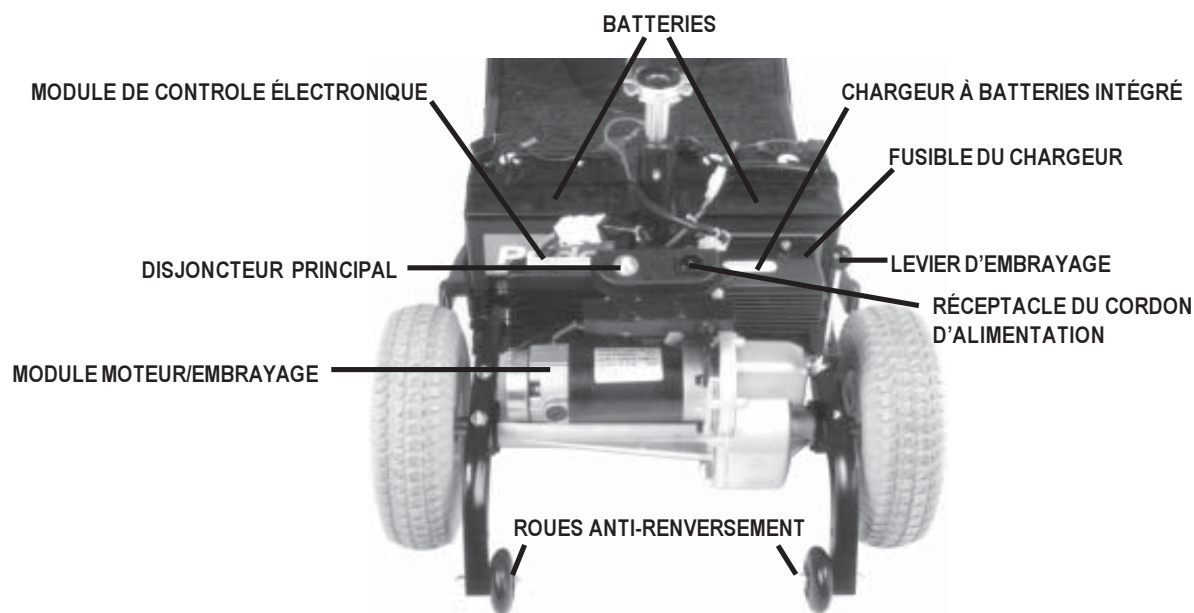

FIGURE 8. SECTION ARRIÈRE
Le chargeur à batteries, le réceptacle à cordon, le fusible du chargeur, les batteries, le contrôleur électronique, le disjoncteur principal, le levier d'embrayage et le moteur sont situés dans la section arrière. Voyez le chapitre "Instructions de montage et démontage pour savoir comment enlever le capot arrière. Les roues anti-renversement sont les pièces les plus arrière de votre Victory. Voir figure 8.
- Le cordon d'alimentation électrique devrait rester enroulé sur le plateau sous le capot. Voir figure 8.
- Le disjoncteur principal est monté à l'arrière du Victory. Voir Figure 8.
- La manette d'embrayage est située à l'extrémité droite du moteur à l'arrière du scooter. Voir figure 8.
Le module moteur essieux est composé du moteur et d'un essieu scellé à la transmission et différentiel. Ce module a été conçu pour fonctionner silencieusement, avec une puissance maximum et durée de vie allongée. Voir figure 8.
Les roues anti - renversement arrière sont un élément de sécurité essentielle. Ne jamais enlever les roues anti - renversement car elles préviennent les renversements arrière lorsque vous gravissez une pente. Voir figure 8.